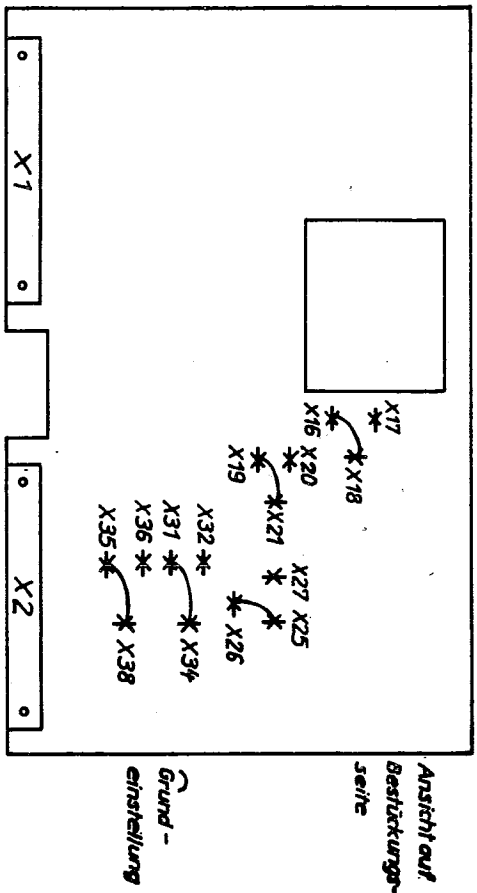

Bild 10 Lötstützpunkte des Meßkanals
6.2.3. Einstellung der Verstärkung am Meßkanal (Bild 10)